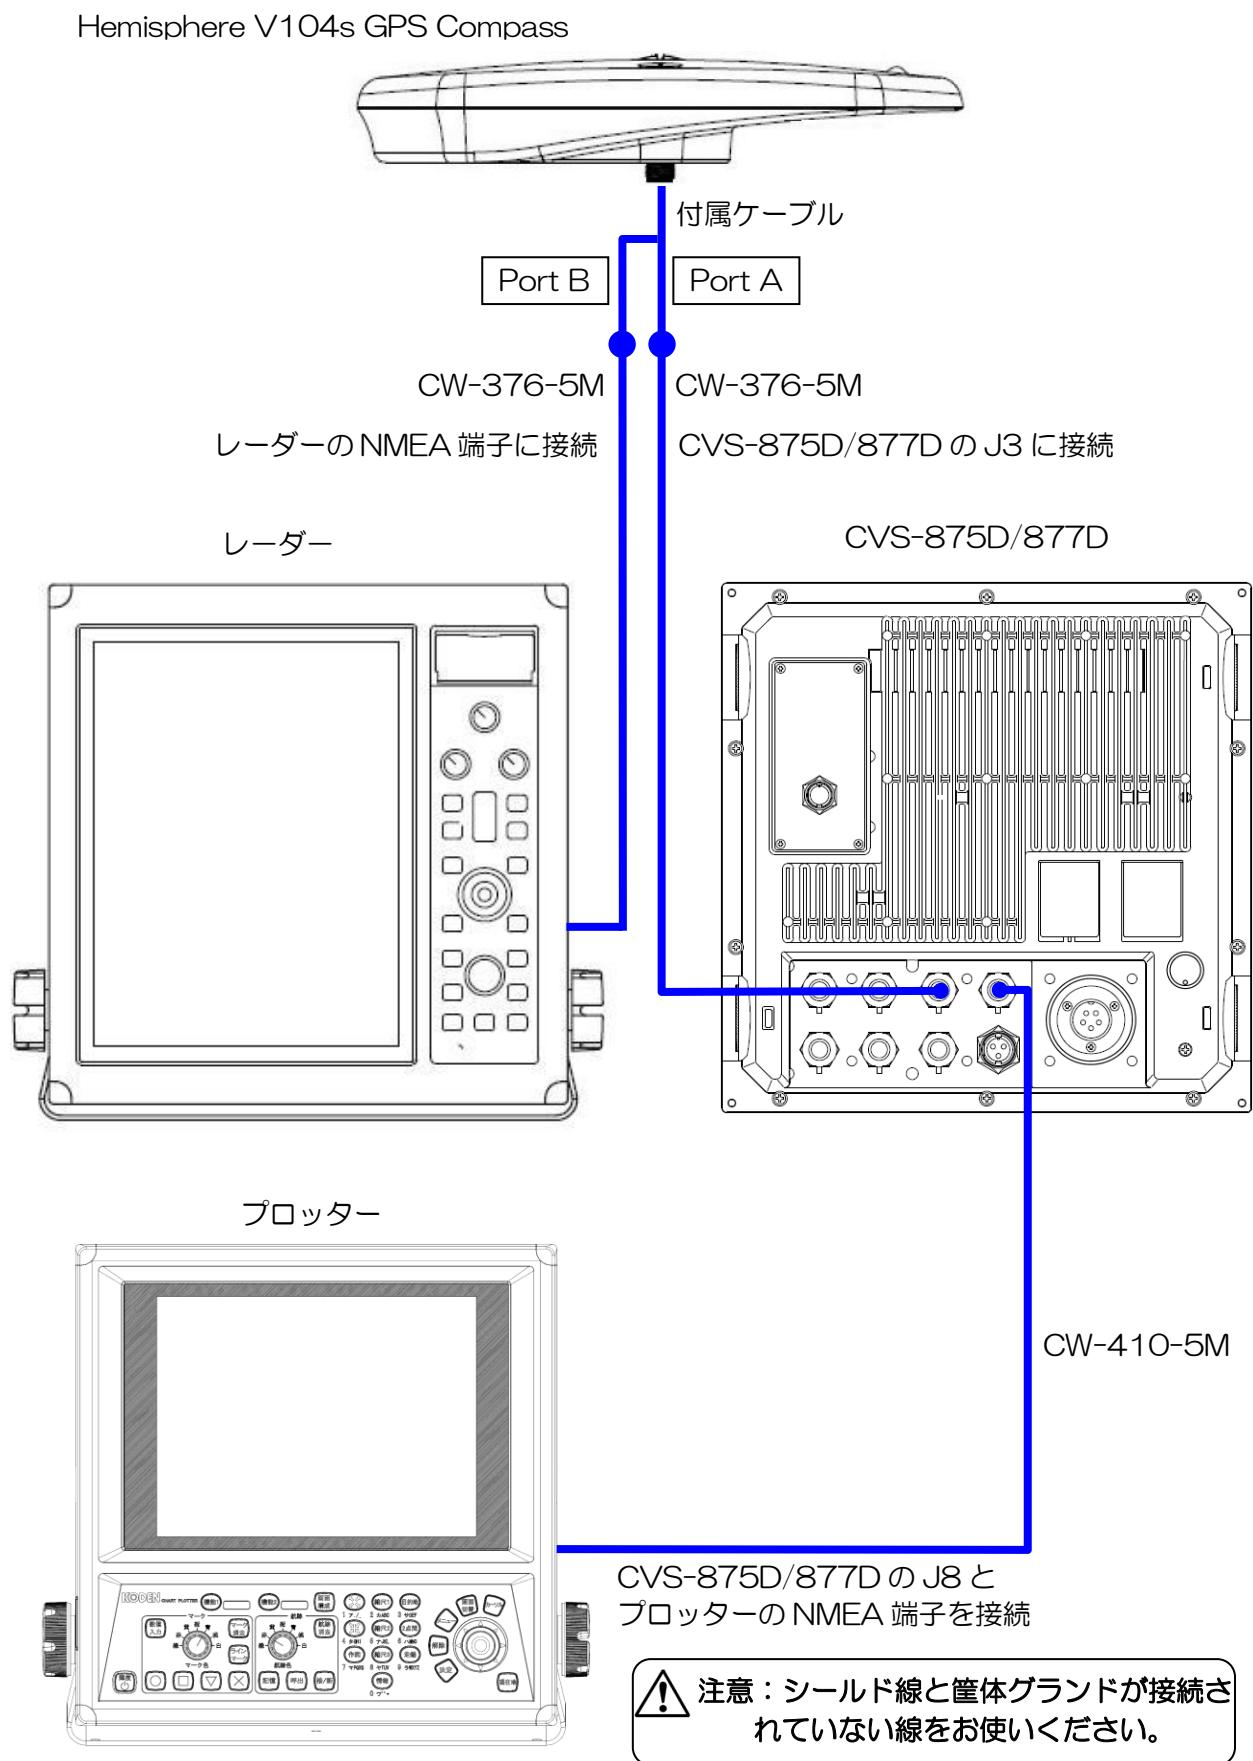
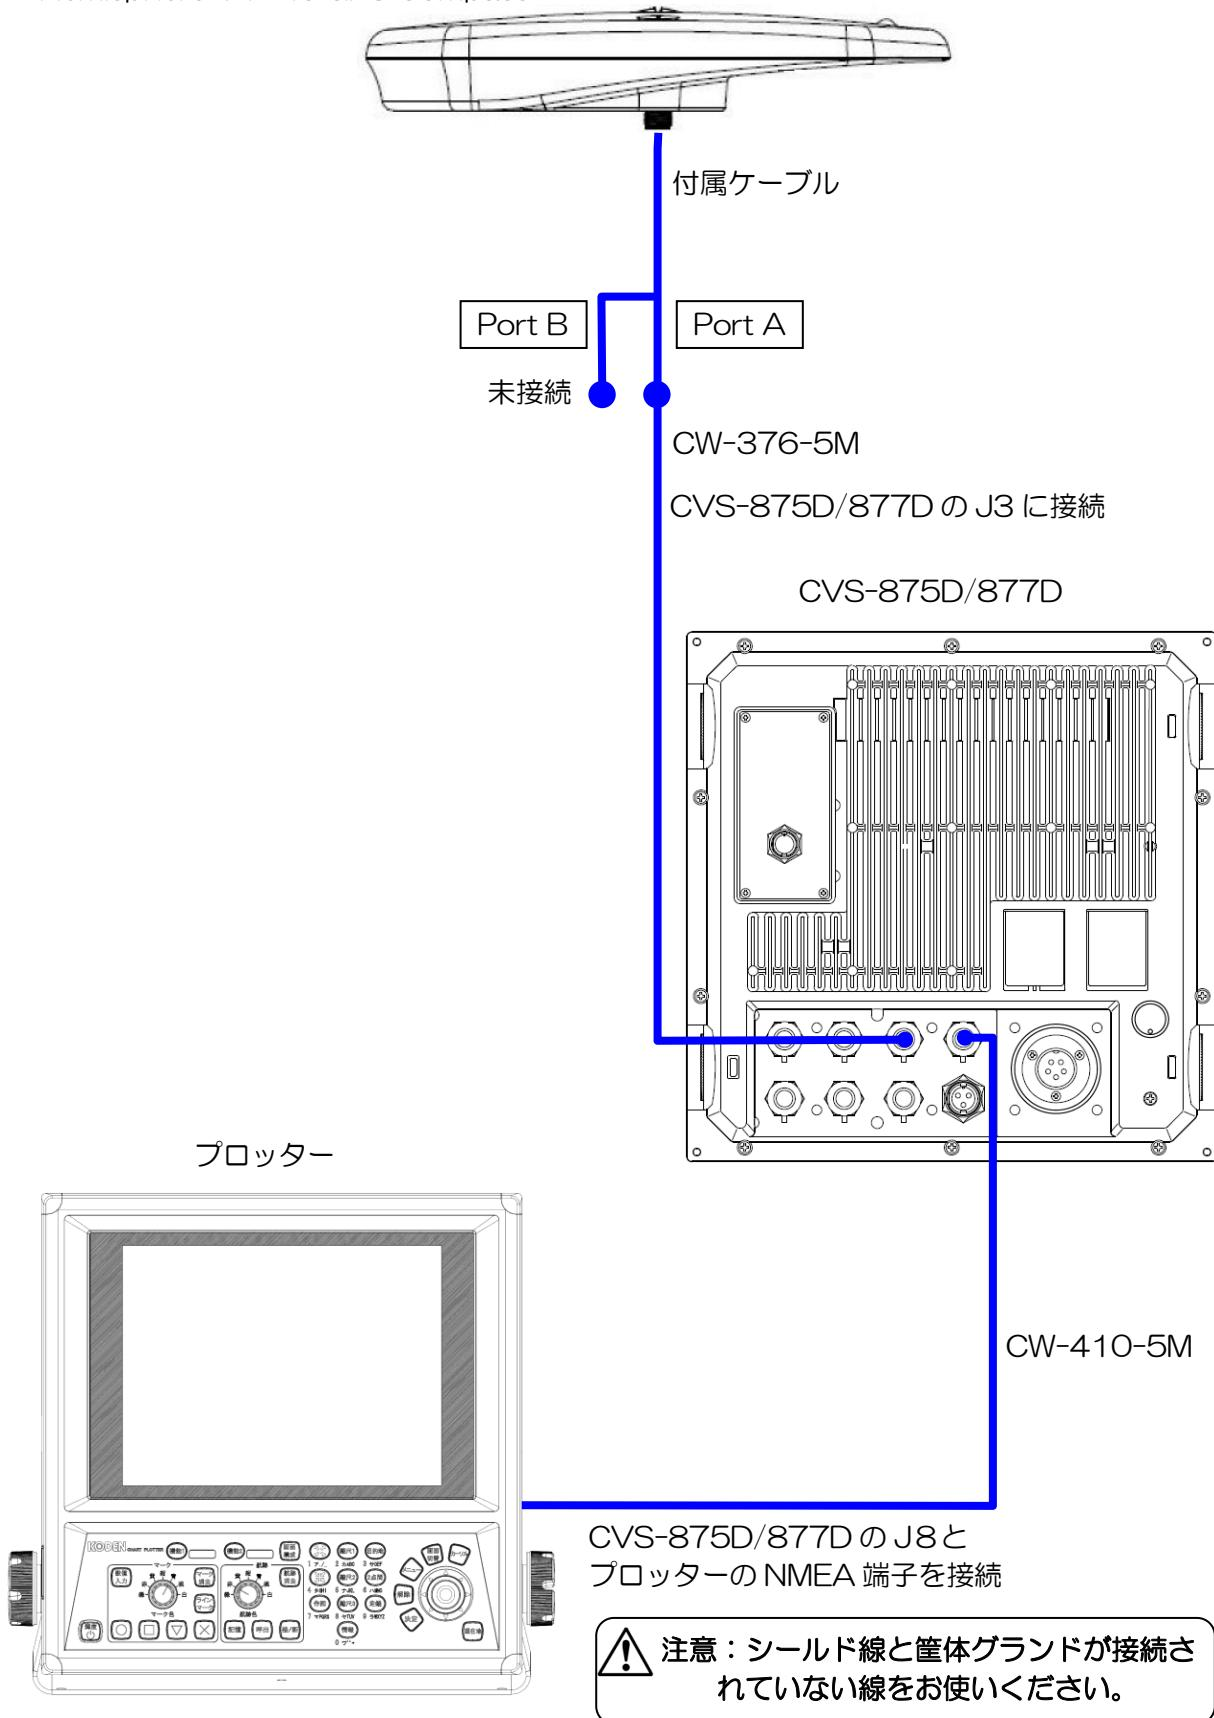

図 1.64 総合接続図 4
図 1.66 総合接続図 6
- 3) レーダーにも接続し GPS コンパスとして接続する場合は、Port B と半田付けが終了した CW-376-5M をレーダーの NMEA 端子へ接続してください。(図 1.64 総合接続図 4 参照)
それ以外の場合は PortB との接続の必要はありません。(図 1.66 総合接続図 6 参照)
- 4) 図 1.64 総合接続図 4～図 1.66 総合接続図 6 を参照して、CVS-875D/877D の J8 端子と NMEA で通信する他の機器を接続してください。